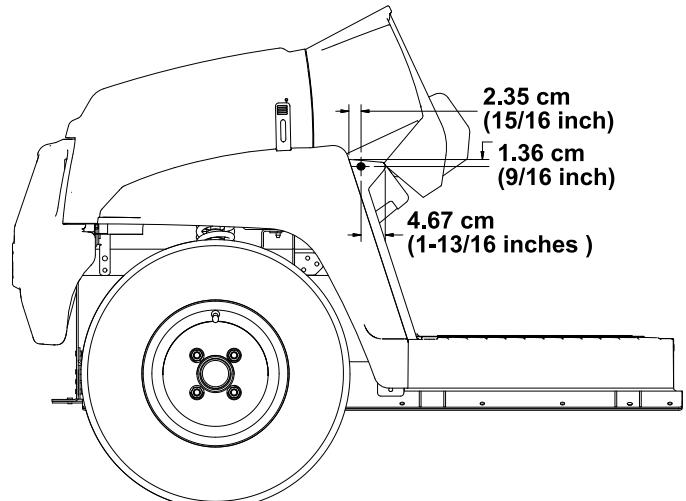

Bild 24
2. Verwenden Sie die in Bild 24 abgebildeten Abmessungen und bohren Sie ein 5/16" großes Loch in die Außenseite der Fußplatte an der linken und rechten Seite der Maschine.